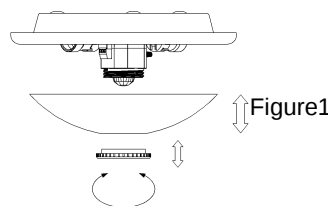

Figure1
- Odkręć plastikową nakrętkę i zdejmij szklany klosz (patrz rysunek 1).
- Unscrew the plastic screw nut and remove the glass lampshade.(refer to figure1)